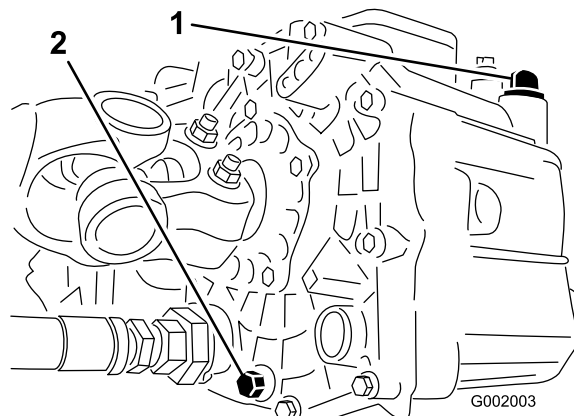

Figura 66
3. Retire o bujão de escoamento da parte lateral do reservatório e deixe o fluido hidráulico escorrer para o recipiente (Figura 66).